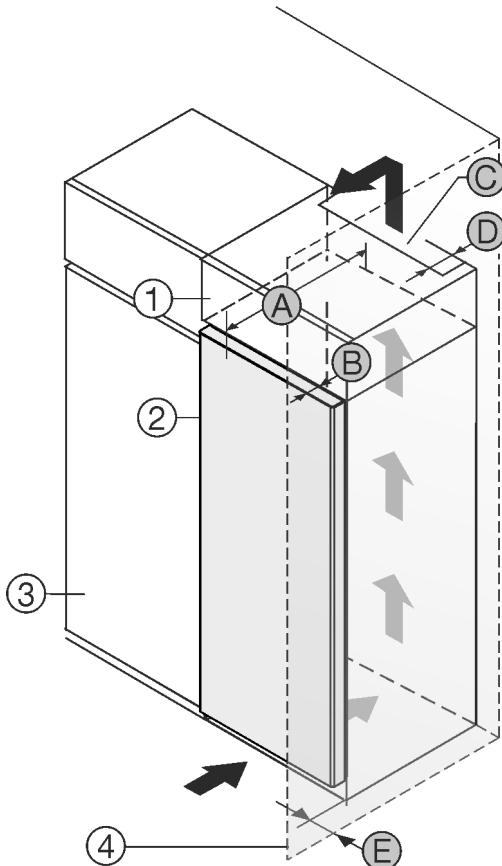

Fig. 1
- (2) Уред * (C) Вентилационно напречно сечение *
- (3) Кухненски шкаф * (D) Разстояние до гърба на уреда *
- (4) Стена * (E) Разстояние до страната на уреда *
- (A) Дълбочина на уреда *
Можете да поставите уреда непосредствено до кухненския шкаф Fig. 1 (3).*
От задната страна на шкафа-пристройка трябва да има вентилационен отвор с дълбочина Fig. 1 (D) по цялата широчина на шкафа-пристройка.*
Под тавана на помещението трябва да е спазено сечението за вентилация Fig. 1 (C).*
Когато уредът се поставя с пантите до стена Fig. 1 (4), разстоянието между уреда и стената трябва да е поне 13 mm.*
За да можете да отваряте вратата изцяло, уредът трябва да е издаден с дълбочината на вратата Fig. 1 (B) спрямо челото на кухненския шкаф. В зависимост от дълбочината на кухненските шкафове Fig. 1 (3) и използването на детайли за отстояние от стената, уредът може да излезе още по-напред.*